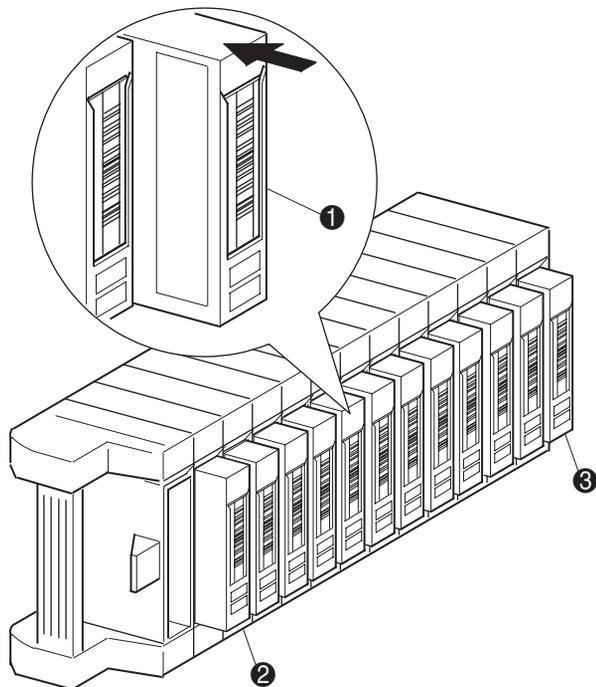

Figura 4-6: Cargador de cinta izquierdo con cartuchos de cinta instalados (se muestra SDLT)
La Figura 4-6 muestra un cargador izquierdo completo. Para los modelos MSL5026/SML5030, la ranura de cartucho de cinta con el número menor ② es la más cercana a la parte frontal del cargador. Para los modelos MSL5052/MSL5060, la ranura de cartucho de cinta con el número menor ② es la más cercana a la parte frontal del cargador superior izquierdo.